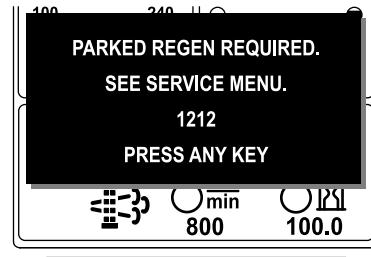

Bild 49
- Eine geparkte Regenerierung ist erforderlich, ADVISORY #1212 (Bild 49)